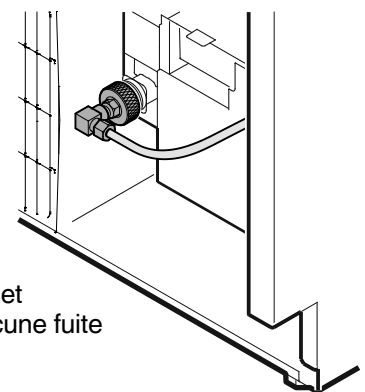

Figure 18
8. Visser l'adaptateur sur l'électrovanne (Figure 18).